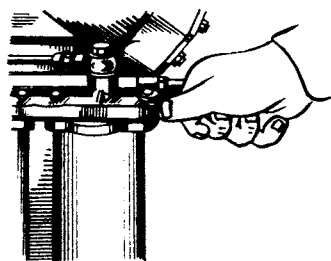
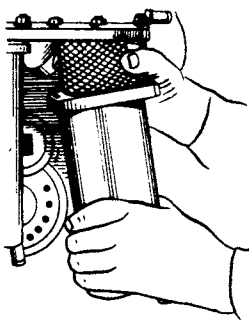

Рис. 69. Вывертывание болта крепления фланца колпака
Рис. 70. Замена фильтрующего элемента
2. Отвернуть болты крепления фланцев колпака (рис. 69) фильтра, снять колпаки фильтра и удалить старые фильтрующие элементы (рис. 70).